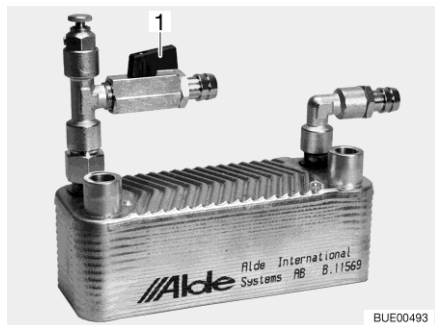

Fig. 142 Scambiatore di calore Alde
- Accensione: ■ Posizionare la maniglia (Fig. 142,1) del rubinetto di chiusura parallelamente alla tubazione.
- Spegnimento: ■ Posizionare la maniglia (Fig. 142,1) del rubinetto di chiusura verticalmente rispetto alla tubazione.